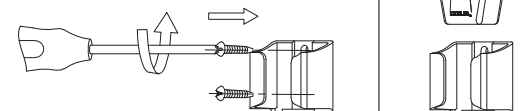

Fig. 23
Installation du support de montage mural de l'émetteur avec deux (2) vis (**Fig. 23**)